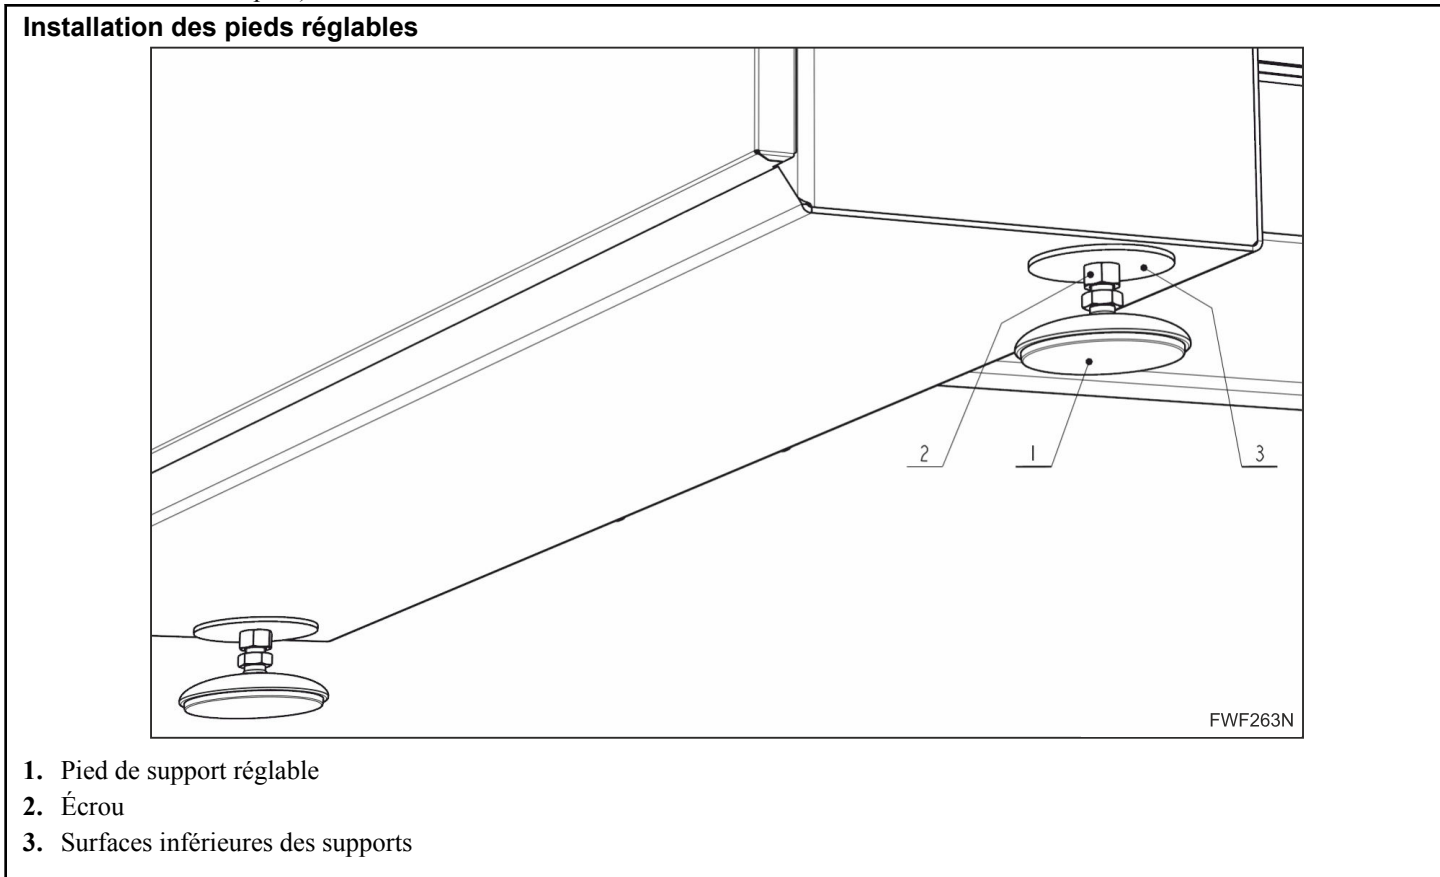

Figure 19
- Sur quatre pieds de support réglables (*Figure 19*) qui doivent être installés suivant le schéma et les instructions.
- Pour positionner l'appareil, on doit le niveler, soit en éayant soit en ajustant les pieds réglables, voir *Figure 19*.